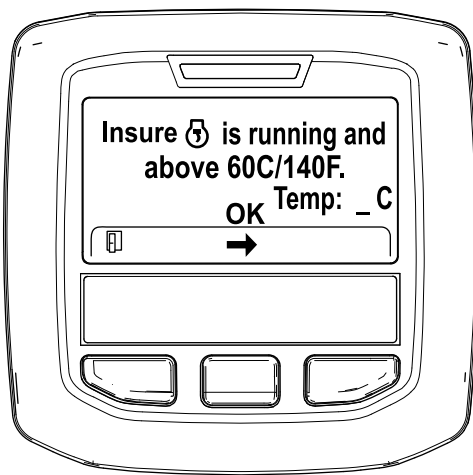

Figura 47
5. Se la temperatura del refrigerante è inferiore a 60°C, viene visualizzato il messaggio "Assicurarsi che  sia in funzione e sopra 60°C". (Figura 47).